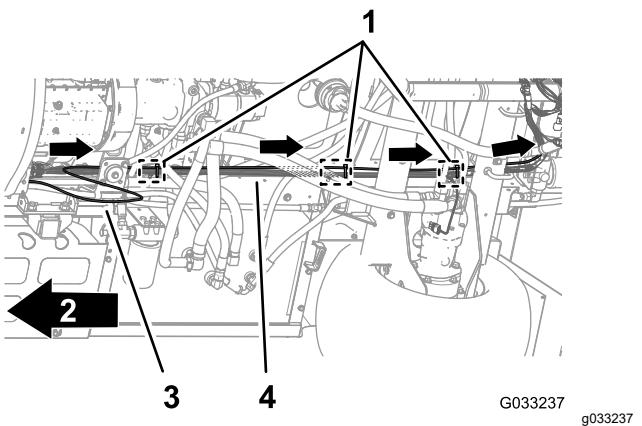

Рисунок 94
2. Прикрепите трубку датчика давления к заднему жгуту проводов с помощью трех кабельных стяжек, расположенных рядом с тремя вставными держателями в точках крепления на шасси, предназначенных для заднего жгута проводов (Рисунок 94).